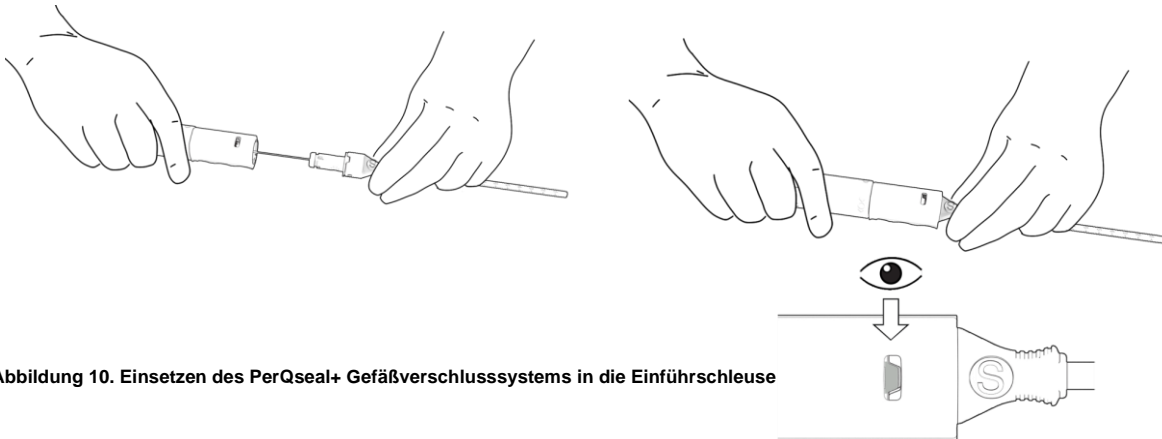

Abbildung 10. Einsetzen des PerQseal+ Gefäßverschlussystems in die Einführschleuse
- c. Der Einführschleusenansatz in einer Hand und den Gerätegriff in der anderen Hand halten und den Griff des Gefäßverschlussystems vorsichtig vorschieben. Sicherstellen, dass die Markierungen auf der Einführschleuse und auf dem Griff aufeinander ausgerichtet sind und dass die Ladekanüle/der Einführschleusenansatz (mit einem Klick) am Gerätegriff einrastet. Auf die grüne Markierung im Fenster achten. Damit wird bestätigt, dass der Griff des PerQseal+ Gefäßverschlussystems erfolgreich verriegelt wurde. Abbildung 10.